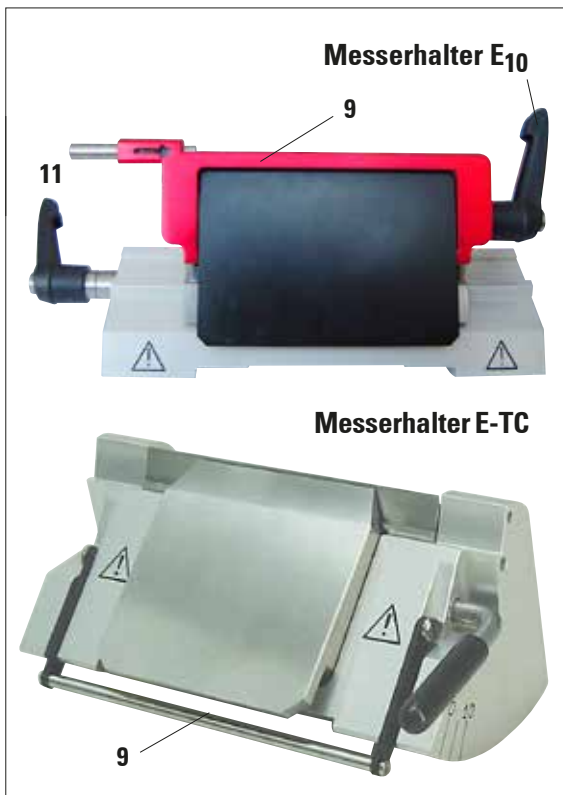

Abb. 5
Der Fingerschutz am Messerhalter E/E-TC besteht aus einem klappbaren Bügel (9). Zum Abdecken der Schneide den Fingerschutzbügel (9) wie in Abb. 5 gezeigt, nach oben klappen.